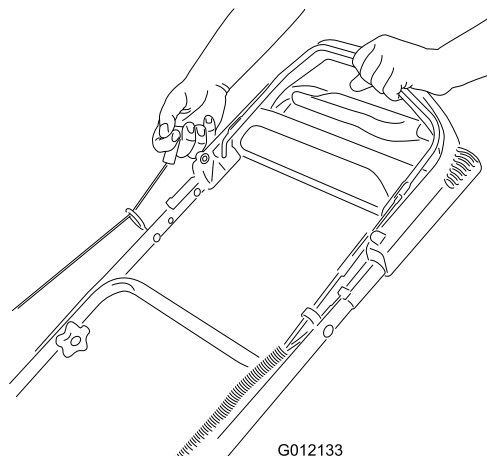

Figura 13
2. Tirate la maniglia dell'avvitatore autoavvolgente (Figura 13).